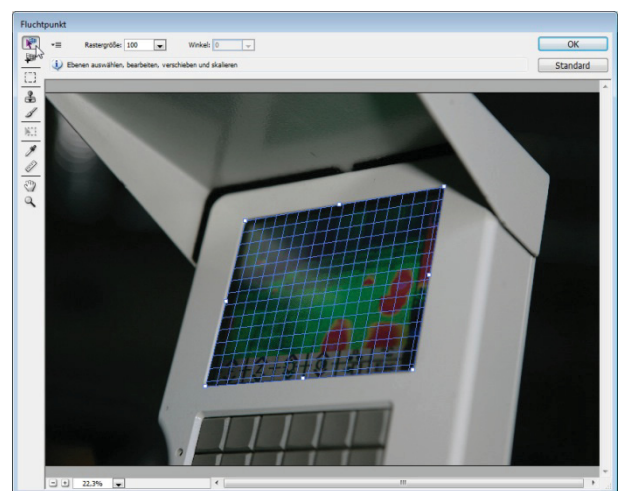

Abb. 11-85: Funktion Fluchtpunkt
Gegeben: Bild 1: *kamera.jpg* (Abb. 11-85)
- M FILTER | FLUCHTPUNKT ► In dem sich öffnenden Fenster FLUCHTPUNKT (Abb. 11-85) das W EBENE-ERSTELLEN WÄHLEN ► Mit vier Mausklicks wird das Viereck markiert, in das das Bild 2 eingepaßt werden soll. ► Die Kontur wird automatisch geschlossen und mit einem Gitter gefüllt.